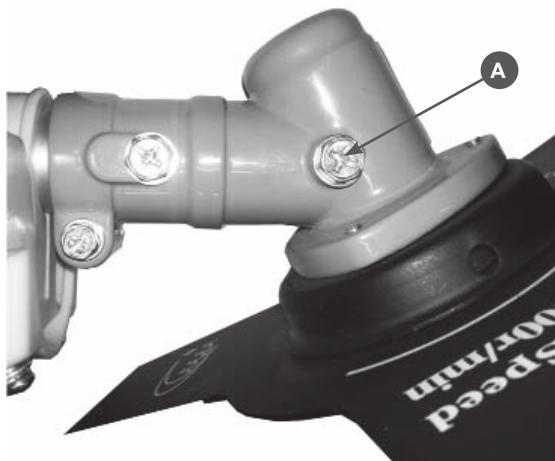

Рис.20
Через 20 часов работы, но не реже одного раза в сезон, необходимо проверять и добавлять смазку в редуктор. Для смазки редукторов необходимо использовать универсальную смазку CHAMPION «EP-0 GREASE» или аналогичную смазку на литиевой основе. Необходимо открутить болт-заглушку (A) Рис.20 и с помощью шприц-масленки добавить смазку (примерно 5-10 см³). Приводной вал редуктора, который находится в штанге, рекомендуется смазывать через каждые 100 часов работы.